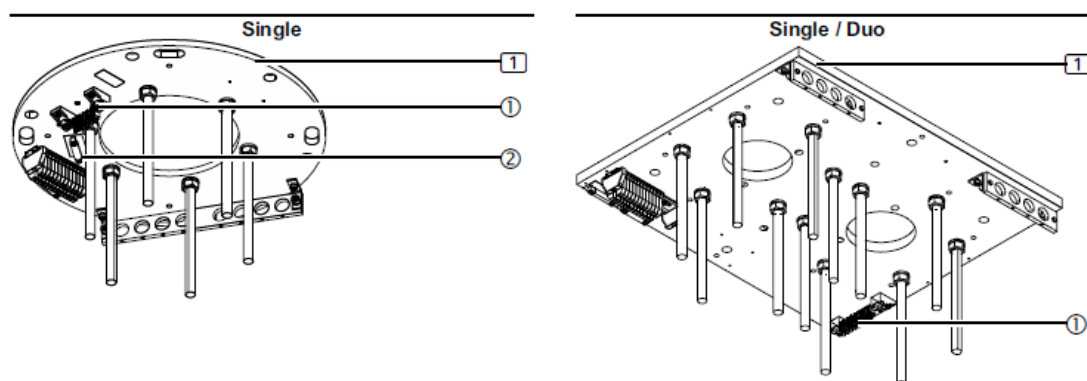

Fig. 52 Connexion des câbles de mise à la terre sur la carte d'interface
La figure 52 montre une illustration simplifiée de la carte d'interface (1) sans bras d'extension ni câbles, etc. Le câblage doit toujours commencer par les fils de mise à la terre de l'équipement.